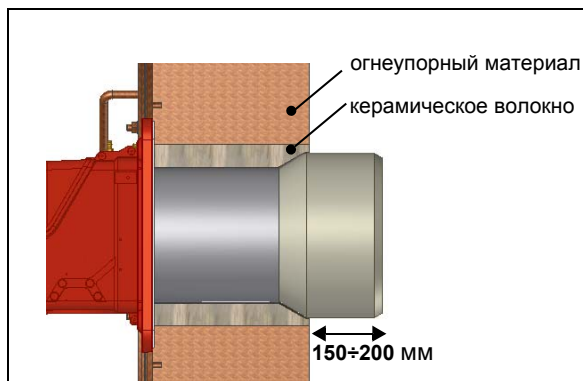

Рис. 4
- Трехходовые котлы (с первым поворотом газов в задней части): сопло должно входить в камеру сгорания примерно на 150÷200 мм (Рис. 4).